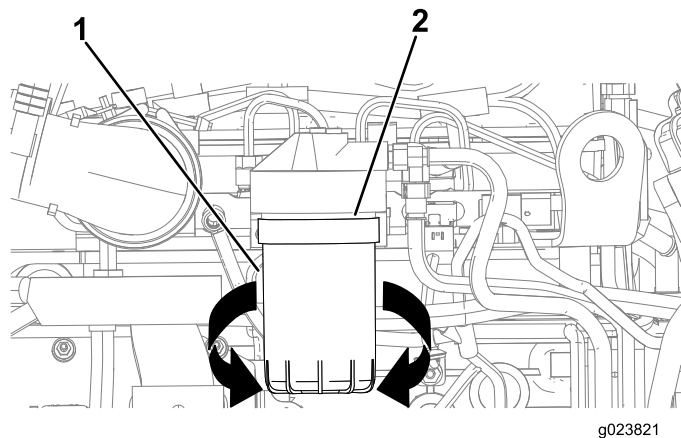

Figura 129
- Posicione uma bandeja de drenagem ou vários panos sob o filtro de combustível secundário e o adaptador do filtro de combustível (Figura 129).
- Gire o filtro de combustível no sentido anti-horário e o remova-o (Figura 129).
- Alinhe o filtro de combustível com seu adaptador e gire-o no sentido horário até a vedação do filtro de combustível entrar em contato com o adaptador (Figura 129).
- Aperte o filtro de combustível com a mão e em seguida aperte mais meia volta (Figura 129).